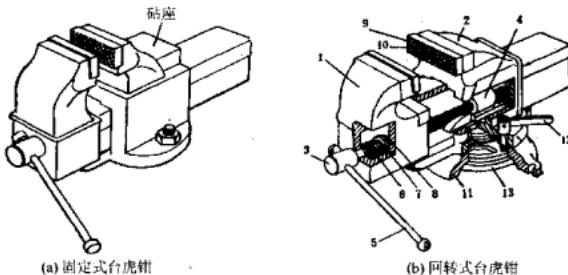

图 1-1-2 台虎钳
(2) 台虎钳(见图1-1-2) 它是用来夹持工件的通用夹具，有固定式和回转式两种结构类型。图1-1-2b为回转式台虎钳，其构造和工作原理说明如下：